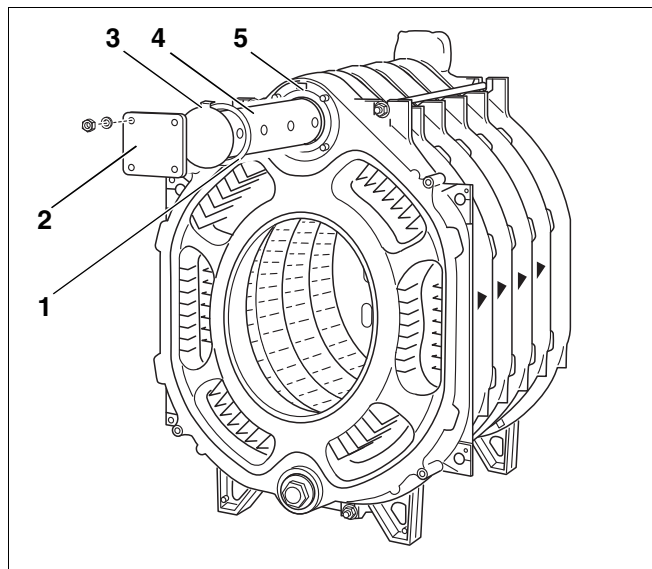

Рис. 19 Установка подпиточной трубы
- Надеть плоское уплотнительное кольцо (рис. 19, поз. 1) на подпиточную трубу (рис. 19, поз. 4).
- Установить заглушку (рис. 19, поз. 2).
Выступ (рис. 19, поз. 3) на закрывающей торцевой пластине подпиточной трубы должен войти в вырез верхней ступицы котла (рис. 19, поз. 5). Благодаря этому, подпиточная труба фиксируется так, что выходные отверстия в ней направлены под нужным углом. Таким образом обеспечивается оптимальное распределение воды в зоне верхней ступицы.